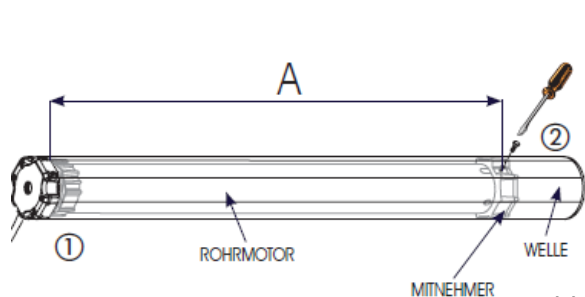

Abb. 4
2. Den zusammengebauten Rohrmotor so weit in die Welle einführen, bis der Adapter vollkommen in der Welle sitzt (Abb.4, Bez.1).
3. Den Mitnehmer mit Hilfe einer selbstschneidenden Schraube 4x10, die in das zuvor gebohrte Loch eingesetzt wird, an der Welle befestigen (siehe Abb.4 Bez.2).